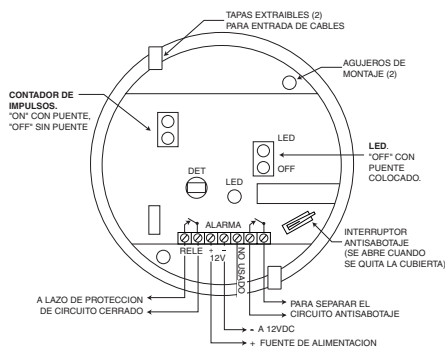

Ilustración 3. Tarjeta de Circuito Impreso (en la base del PIR)
3. Rompa una de las dos tapas desprendibles facilitadas para el acceso del cableado (véase Ilustración 3), e introduzca los cables en la base del PIR. **Aviso:** Asegúrese de que los cables no obstruyen el campo de visión del detector.